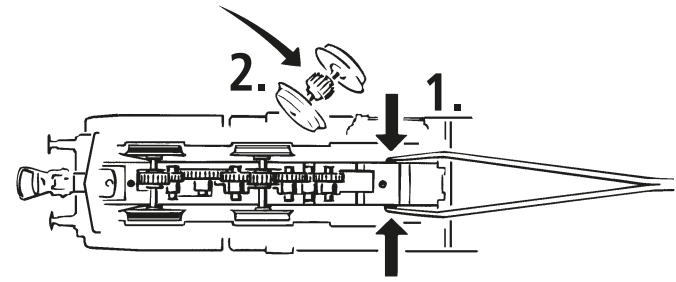

Fig. 9
4. Kohlebürstenwechsel: Lokgehäuse abnehmen (Fig. 5). Danach wird der Motor ausgebaut und die Kohlebürsten ausgewechselt (Fig. 9).
4. Carbon Brush Changing: First remove loco body (fig. 5), and then the motor (fig. 9).
2. Graissage: N'appliquez **qu'une toute petite goutte** aux endroits indiqués par le plan de graissage (fig. 9) après avoir démonté la caisse de la locomotive (fig. 4). Nous vous recommandons **le graisseur à huile Roco réf. 10906**. Pour graisser les engrenages (roues dentées, vis sans fin) nous vous conseillons la **graisse spéciale Roco réf. 10905** pour engrenages en matières synthétiques. Lorsque vous utilisez cette graisse il faut éviter d'huiler ces composants.